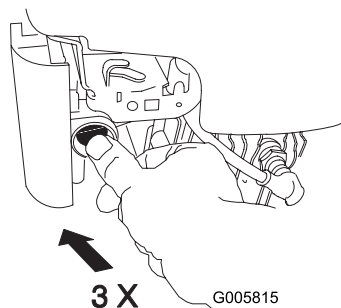

Figura 12
1. Apriete el cebador 3 veces con el dedo pulgar, presionando con fuerza, y manteniendo la presión durante un segundo antes de soltarlo (Figura 12).